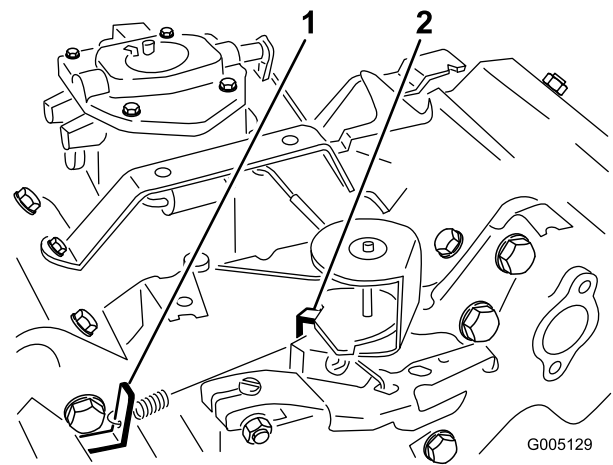

Figura 48
3. Piegate la linguetta di ancoraggio della molla regolata al minimo (Figura 48) per ottenere un minimo di  $1650 \pm 100$  giri/min. Controllate la velocità con un tachimetro.
5. Mettete il comando dell'acceleratore in posizione Fast. Piegate la linguetta di ancoraggio della molla del massimo (Figura 48) per ottenere una velocità massima di  $2850 \pm 50$  giri/min.